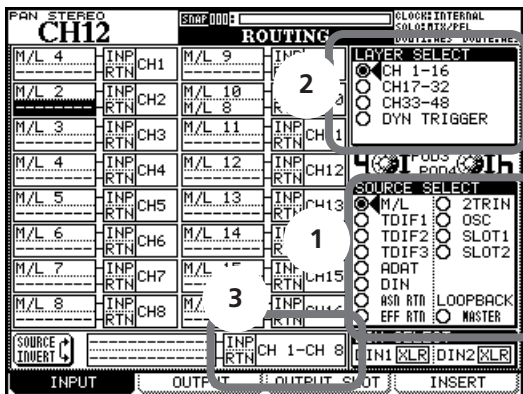

Figure 4.2: Routage des entrées
**Les sources d'entrée sont les suivantes, comme listées en bas à droite de l'écran (1 en Figure 4.2, Routage des entrées):**
- 2 Sélectionnez la couche de destination de ces sources d'entrée avec l'encodeur **POD 3** (2 dans la Figure 4.2, Routage des entrées).
Pour configurer 8 entrées/destinations à la fois, amenez le curseur sur la zone de configuration multiple en bas au centre de l'écran (3 dans la Figure 4.2, *Routage des entrées*). La destination est sur la droite et la source sur la gauche.